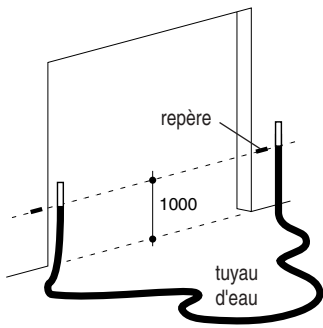

figure 2.1.1
- 1 Tracer un repère horizontal à une hauteur d'environ 1 mètre sur les deux rails de guidage, puis à l'aide d'un tuyau à eau mettre les repères au niveau. (figure 2.1.1)